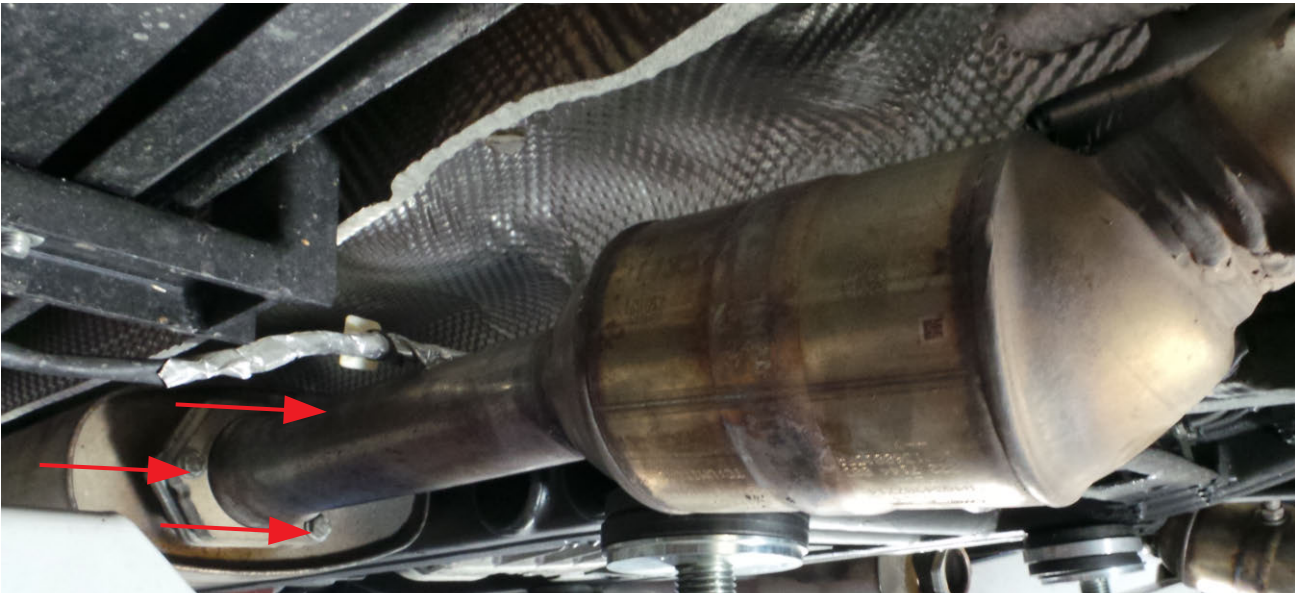

Abb. 4: Verbindung Endschalldämpfer zu Kat
1. Bevor die originale Abgasanlage demontiert wird, müssen die Flansche gelöst werden. s.Abb. 4